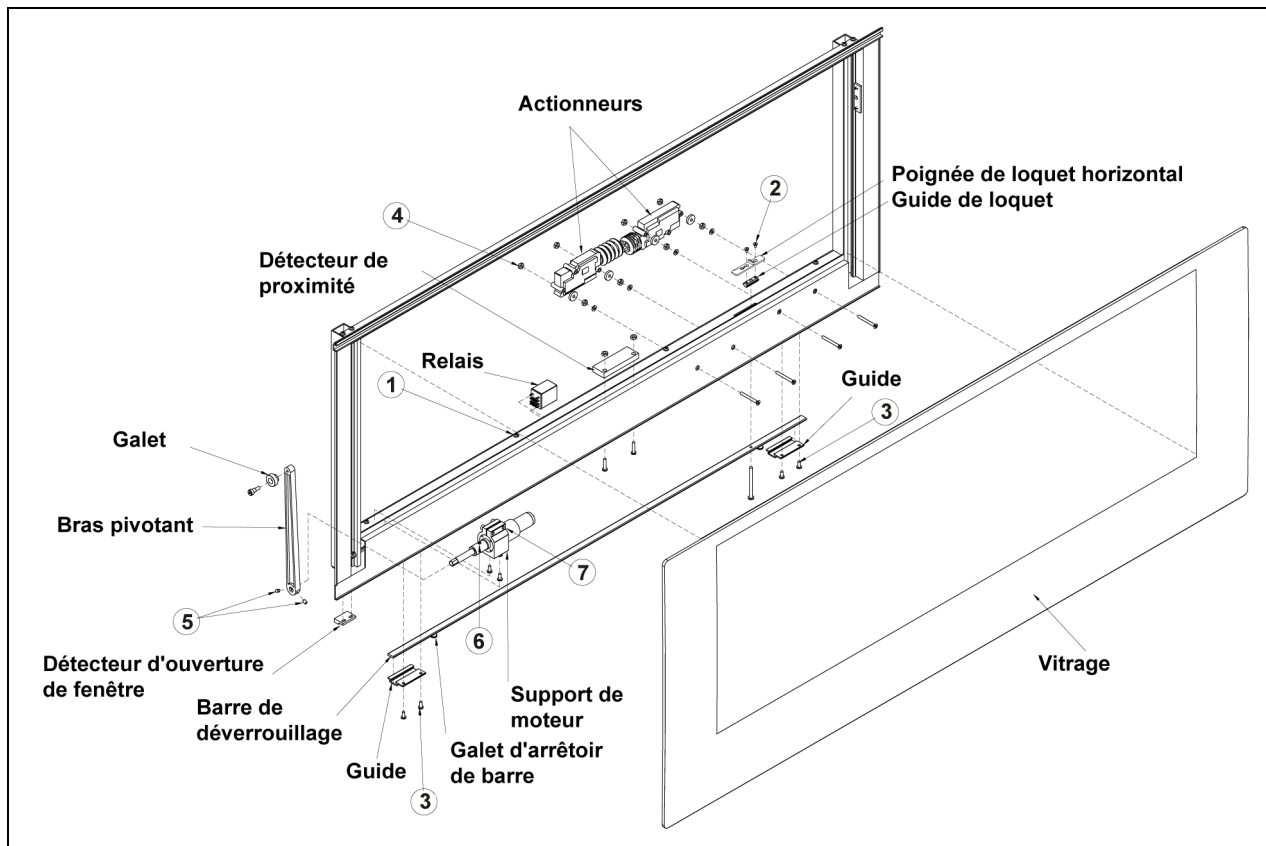

FIGURE 100: VUE ÉCLATÉE D'UNE FENÊTRE ÉLECTRIQUE À AUVENT (CHÂSSIS)
4. Desserrer les vis butées numéro 5 (Figure 100) (faire pivoter le bras pour accéder à la deuxième vis butée) et désengager le bras pivotant du bout d'arbre.